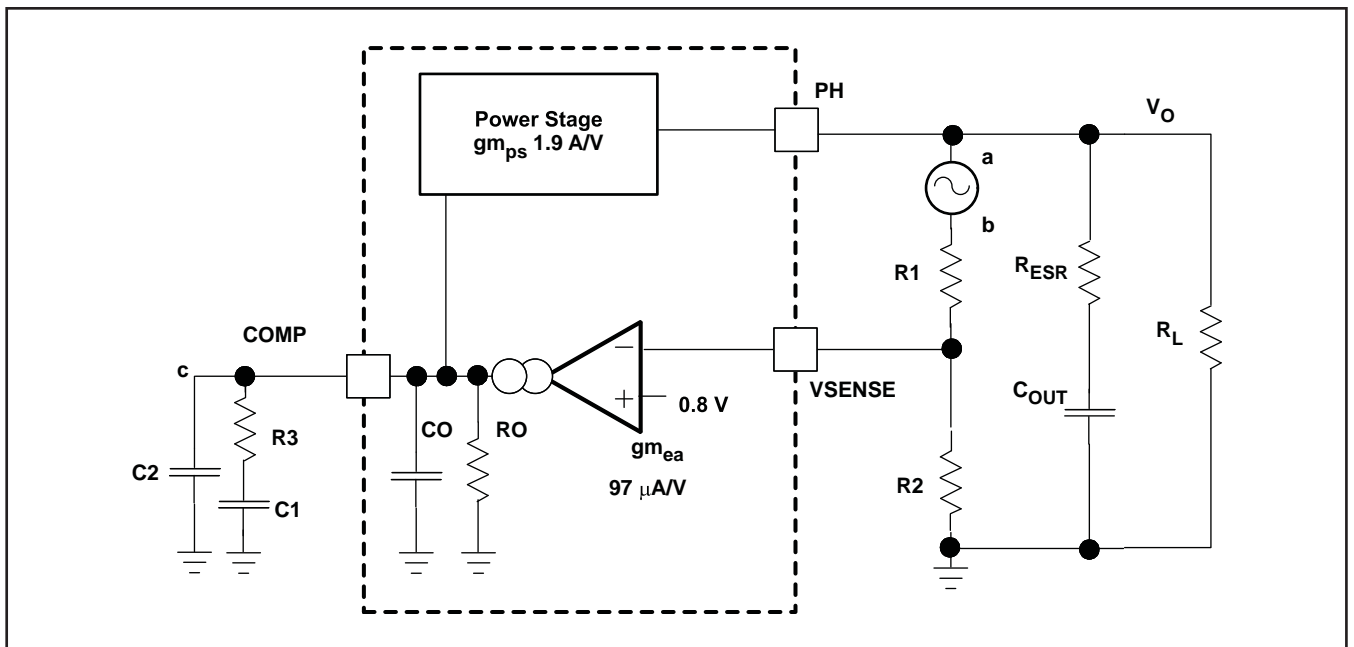
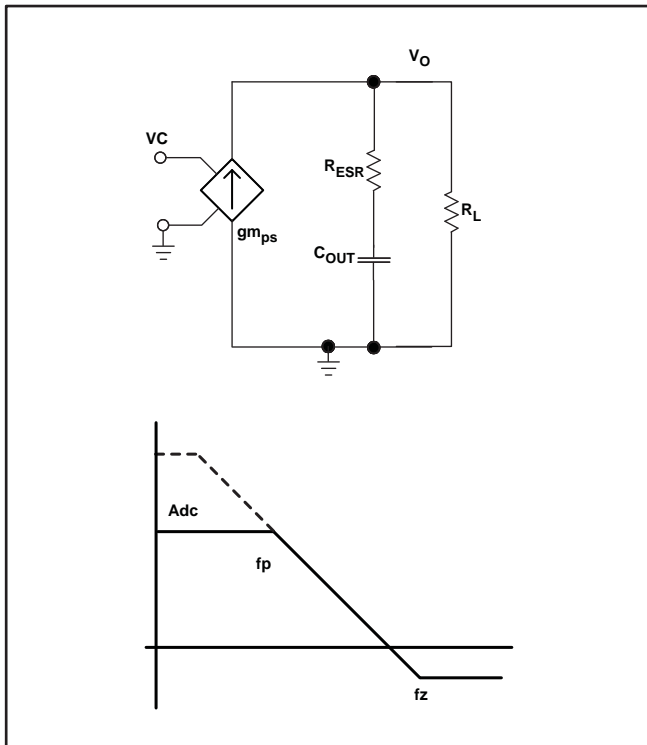

図 47. ループ応答の小信号モデル
図 48. ピーク電流モード制御の単純な小信号モデルおよび周波数応答
図47に、周波数応答と動的負荷応答をチェックするために回路シミュレーション・プログラムでモデル化できる、TPS54060A制御ループの等価モデルを示します。誤差増幅器は、 g_{mEA} が97 μ A/Vのトランスコンダクタンス・アンプです。この誤差増幅器は、理想的な電圧制御電流源を使用してモデル化できます。抵抗 R_o およびコンデンサ C_o により、増幅器の開ループ・ゲインと周波数応答がモデル化されます。ノードaとbの間の1mVのAC電圧源は、周波数応答測定のために制御ループを実質的に分断します。c/aのプロットにより、周波数補償の小信号応答が示されます。a/bのプロットは、ループ全体の小信号応答を示します。 R_L の代わりに、時間ドメイン分析で適切な負荷ステップ振幅およびステップ・レートを持つ電流源を使用すれば、動的ループ応答をチェックできます。この等価モデルは、連続導通モードの設計に対してのみ有効です。
図48に、周波数補償の設計方法を理解するために使用できる、単純な小信号モデルを示します。TPS54060Aのパワー段は、出力コンデンサおよび負荷抵抗に電流を供給する電圧制御電流源（デューティ・サイクル変調器）として近似できます。制御 - 出力間の伝達関数は式 (14) に示され、DCゲイン、1つの支配的な極、および1つのESRゼロで構成されます。スイッチ電流の変化とCOMPピン電圧（図47のノードc）の変化との比が、パワー段のトランスコンダクタンスです。TPS54060Aの g_{mPS} は1.9A/Vです。パワー段周波数応答の低周波ゲインは、式 (15) に示すように、トランスコンダクタンスと負荷抵抗の積です。
負荷電流が増加または減少すると、低周波ゲインはそれぞれ減少または増加します。この負荷に対する変化は一見問題となりそうですが、幸い、支配的な極は負荷電流とともに移動します（式 (16) を参照）。それらの組み合わせによる効果は、図48の右側に点線で示されています。負荷電流が減少すると、ゲインが増加して極周波数が低下するため、負荷状態の変化に対して0dBクロスオーバー周波数は一定に保たれ、周波数補償の設計が容易になります。選択する出力コンデンサの種類によって、ESRゼロが周波数補償設計に大きな影響を与えるかどうかが決まります。ESRの高いアルミ電解コンデンサを使用すると、低周波では位相マージンがESRゼロから増加するため、ループ全体の安定化に必要な周波数補償部品数が少なく済む可能性があります（式 (17) を参照）。